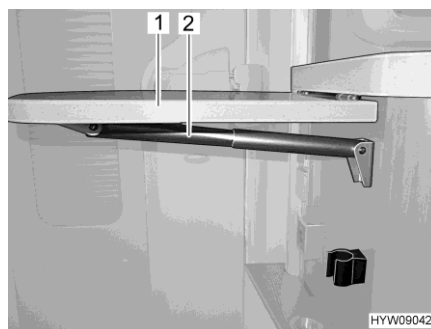

Bild 57 Thekenklapptisch
- Thekenklapptisch (Bild 57,1) unten greifen und mit leichtem Zug aus der Rastung ziehen.
- Tischplatte nach oben schwenken, bis die Fixierung der Teleskophalterung (Bild 57,2) greift. Tischplatte loslassen.